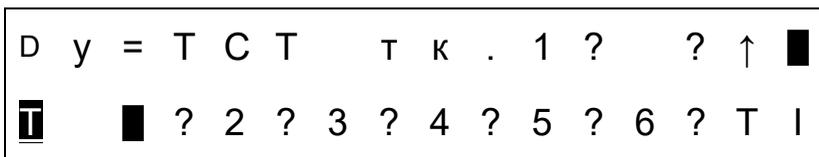
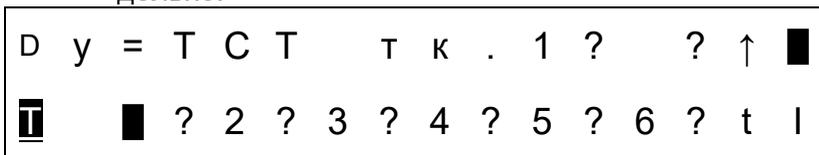

Рисунок 9 — Меню «Выбор параметров поверки»
Рисунок 10 — Меню «Выбор параметров поверки»
- кнопками  и  установить курсор на символ с условным обозначением измеряемого параметра (см. рисунок 9);
- кнопками  и  выбрать режим поверки по периоду — «Т» (см. рисунок 9);
- нажатием кнопки  выбрать измеряемый параметр период — Т и ток — I. Выбранный параметр в правой части дисплея отображается заглавной буквой: «I» — ток, «Т» — период, «F» — частота (см. рисунок 9). Если параметр отображается строчной буквой, то измерение по этому параметру не производится (см. рисунок 10). Параметры «Т» и «F» являются взаимоисключающими и для них созданы отдельные калибровочные таблицы (см. таблицы 3; 4). Поверки калибратора по периоду и частоте производятся отдельно.